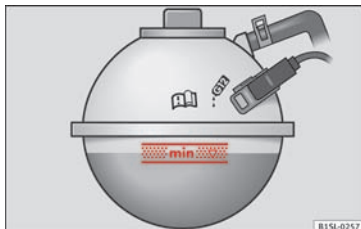

Fig. 109 I motorrummet: markering på motorkølevæskebeholderen
- Lad motoren køle af »» **Fig. 109**.
- Kontroller kølevæskestanden på markeringen i siden af kølevæskebeholderen, når motoren er kold »» **Fig. 109**.
- Skru forsigtigt dækslet af »» **Fig. 109**.
- Motorkølevæskestanden skal være mellem markeringerne på kølevæskebeholderen »» **Fig. 109**. **Fyld kun op til det markerede områdes øverste kant »» **!****
- Fyld kun motorkølevæske på til den øverste kant ved det markerede område »» Fig. 109. Ellers presses overskydende motorkølevæske